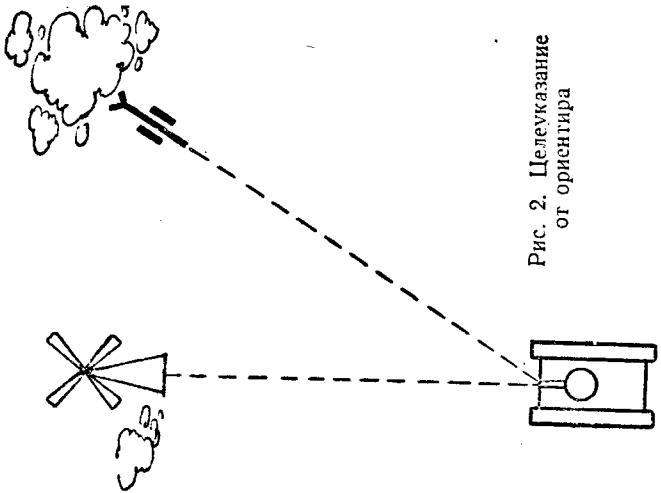

Рис. 2. Целеуказание от ориентира
64. Целеуказание от ориентира (рис. 2). На местности вблизи цели указывается ясно видимый, резко выделяющийся местный предмет (ориентир). Направление на цель определяется расстоянием между ориентиром и целью. Расстояние указывается в метрах и определяется на-глаз.